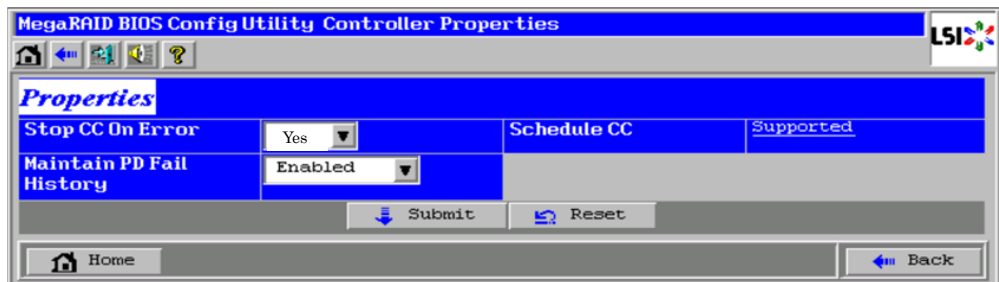

図 3-11 「Controller Properties」画面 3
- (5) 図 3-11 で、項目「Stop CC On Error」が「No」となっていた場合は、プルダウンメニューから「Yes」を選択してください。
3.2.2 の図 3-11 で「Schedule CC」－「Supported」をクリックすると、次の画面が表示されます。